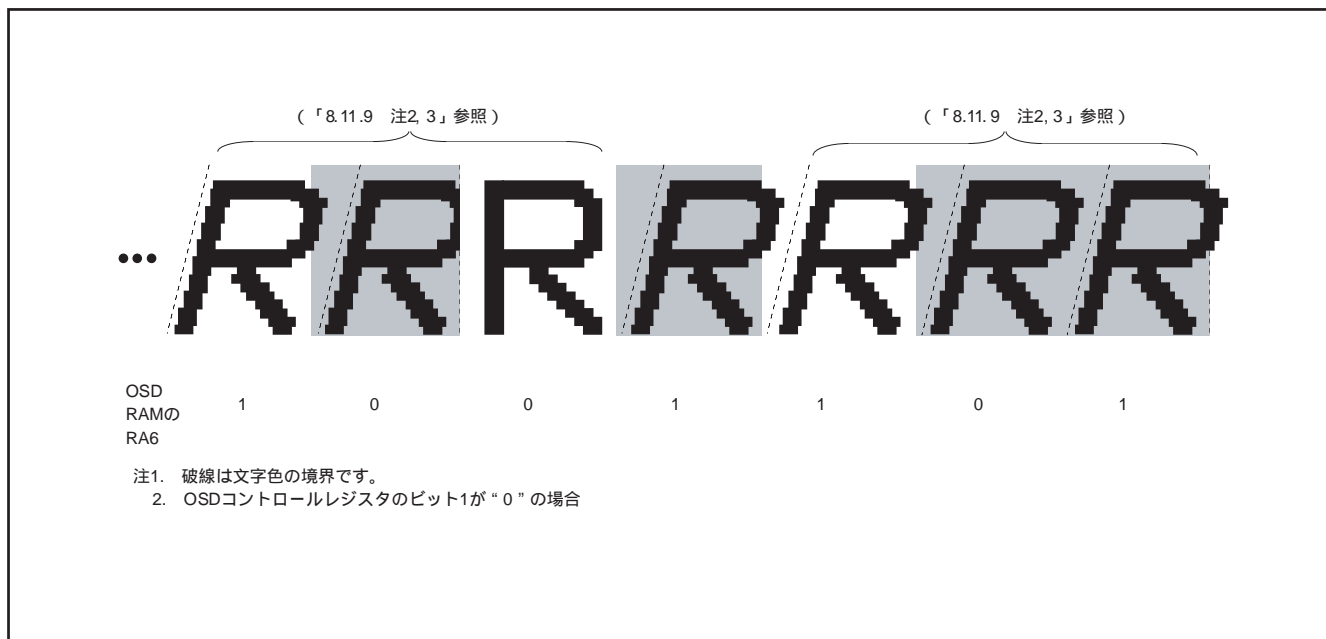

図 8.11.20 イタリック表示例
2. 文字色の境界はイタリック体になりますが、文字背景色の境界はイタリックの影響を受けません（図8.11.20参照）。
3. イタリック体の文字に隣接する文字（片側又は両側）は、その文字がイタリックを指定していない場合でもイタリック体になります（図8.11.20参照）。